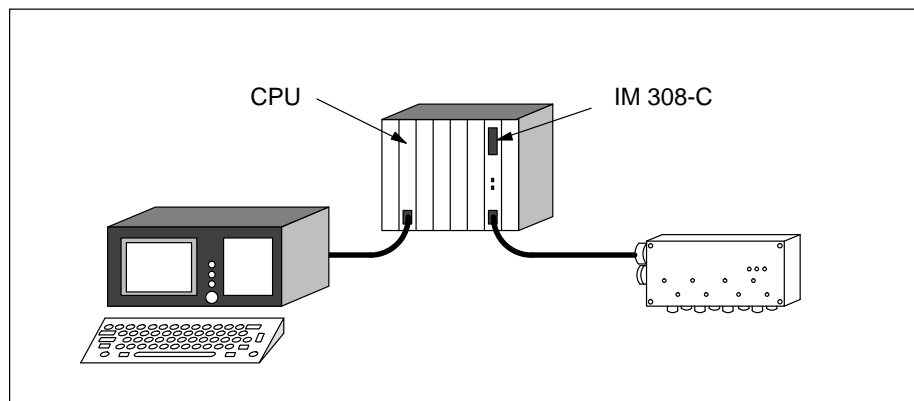

Figura 6-2 Configurazione per trasferire un indirizzo PROFIBUS ad uno slave DP con l'FB IM308C
3. Collegare il PG all'interfaccia AS 511 della CPU ed eseguire una configurazione come quella illustrata nella figura 6-2: